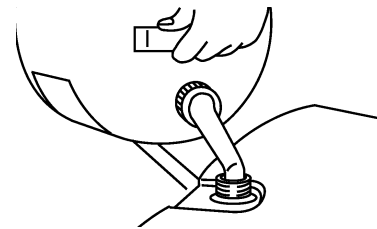

Figure 5
1. Nettoyer tout autour du bouchon du réservoir de carburant, puis retirer le bouchon (Fig. 5).